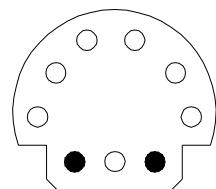

Abb. 1
- Die nötigen Anschlüsse ausführen und das Kabel des Meßwertnehmers in die eigene Steckbuchse im Motorraum stecken. (vgl. hierzu Abb. 1).
- Die Taste **Stroboskoplampe/Meßwertnehmer (8)** drücken sich vergewissern, daß die **Led Voreilungswinkel Meßwertnehmer (4)** aufleuchtet.
- Die Taste **Anwahl Meßwertnehmer (6)** drücken und sicherstellen, daß eine oder beide **Leds (5)** oder **(7)**, je nach Anwahl, in den Leuchtzustand treten (positiv oder negativ).
- Überprüfen, ob am Display der richtige Wert der Phasenverschiebungsgrade des Meßwertnehmers zum OTP angezeigt wird (s. Tab. 1). Im gegenteiligen Falle den Wert durch Drehen des **Umschalters (10)** einriegeln.